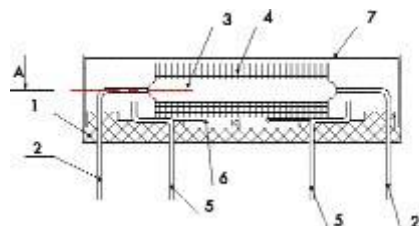

Рис. 1
Это реле (рис. 1, 2) содержит металлический ферромагнитный экран (7) в виде цельнотянутого стакана прямоугольной формы, в котором закреплены изолирующее основание (1), фиксирующие изогнутые под прямым углом выводы переключающего геркона (2) и выводы обмотки управления (4) с шунтирующим диодом (6).